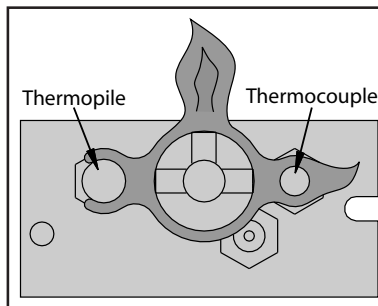

Figure 4: Flamme du pilote,
1. Fermez le gaz allant au foyer. **Si cela n'est pas fait récemment, Enlevez la vitre et permettez à l'air de sortir pendant au moins cinq (5) minutes pour vider tous les gaz.** Allumez le gaz à l'appareil de chauffage. Testez les joints pour une fuite avec une eau savonneuse. **N'UTILISEZ JAMAIS DE FLAMME OUVERTE POUR LE TEST DE FUITE.**
2. Démarrez le pilote en appuyant sur le contrôle du gaz et en le tournant à "PILOT". Tout en appuyant le bouton de contrôle de gaz, appuyez sur l'allumeur piézo plusieurs fois, jusqu'à ce la flamme du pilote s'allume. Tenez le bouton de contrôle du gaz enfoncé pendant 30 secondes. Vérifiez que le pilote a entièrement englouti l'assemblage du thermocouple (voir figure 4).